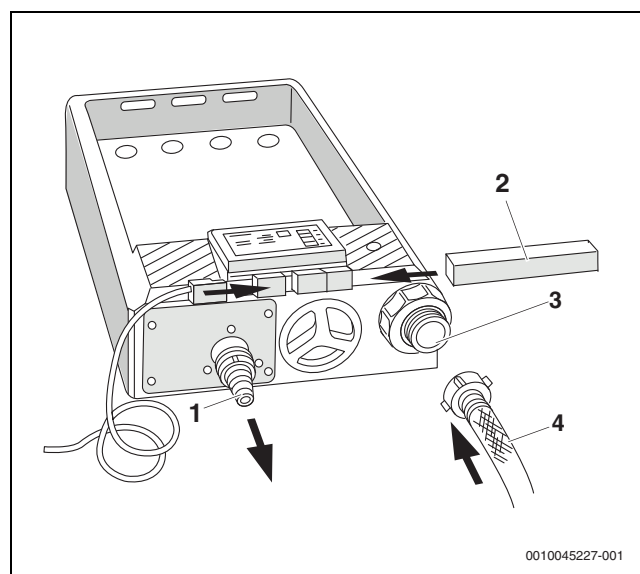
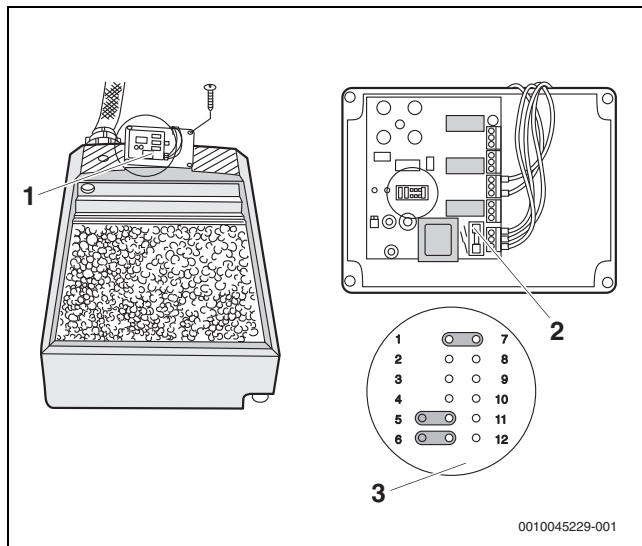

Bild 4 Zulaufschlauch EKO bzw. Ablaufschlauch AKO anschließen
Bild 6 JumperEinstellungen
- ▶ Zulaufschlauch (→ Bild 4, [4]) an der Neutralisationseinrichtung EKO (→ Bild 4, [3]) anschließen.
- ▶ Ablaufschlauch (Zubehör) an der Neutralisationseinrichtung AKO (→ Bild 4, [1]) mit Schlauchschelle befestigen und zum Abfluss verlegen.
- ▶ Abdeckschiene (→ Bild 4, [2]) über Stecker schieben und in der Mitte mit Blechschraube verschrauben.
- ▶ 4 Schrauben aus Regelgerät (→ Bild 4, [1]) herausdrehen, Regelgerät abnehmen und um 180° wenden (→ Bild 6).
- ▶ Sicherung im Regelgerät prüfen (→ Bild 6, Seite 7).